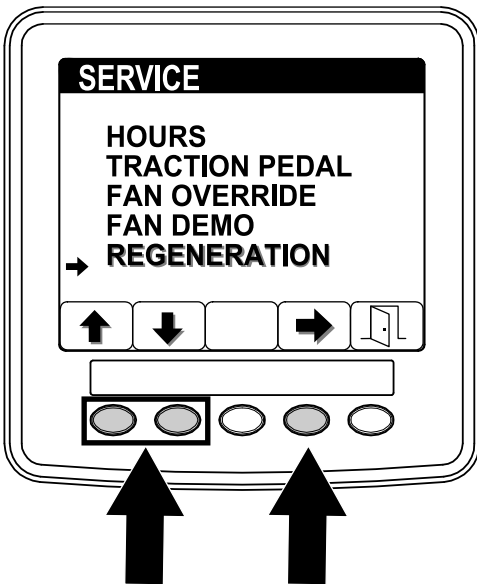

Figura 67
2. Desde el menú PRINCIPAL, pulse el botón 1 o 2 para desplazarse hasta la opción SERVICE (servicio) y pulse el botón 4 para seleccionar la entrada REGENERATION (regeneración) (Figura 67).